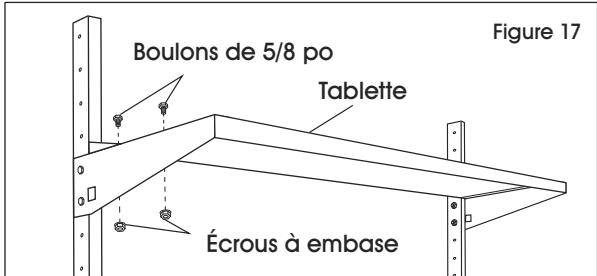

Figure 17
- Placez la tablette (3) sur les supports. Fixez-la aux supports à l'aide de quatre boulons de 5/8 po et d'écrous à embase. (Voir Figure 17)